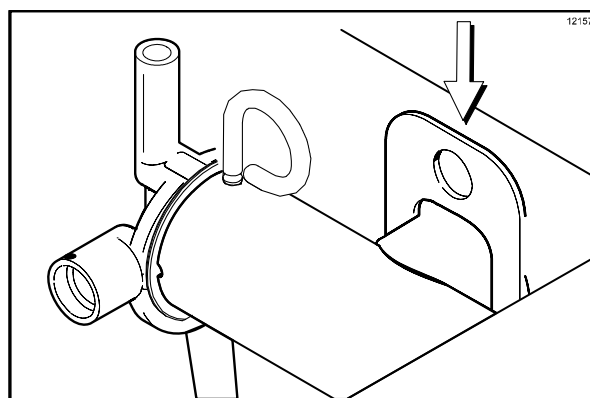

Рисунок 162
3. Установите узел насоса в заднюю часть бачка для смеси. Для того, чтобы установить насос на ступицу привода, выровняйте отверстие привода в поршне с эксцентриком приводного вала. Закрепите насос на своем месте, надев зажим насоса на манжет насоса. Убедитесь в том, что зажим входит в канавки на манжете. (См. рис. 162)